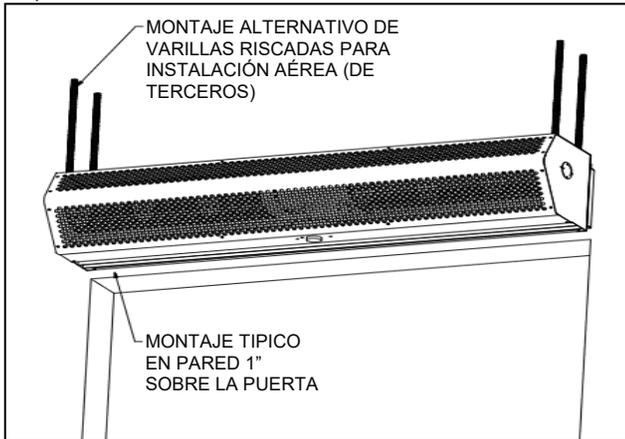

FIG. 3
5. Monte el producto de modo que la descarga quede 1" por encima de la abertura y todos los obstáculos. (FIG. 3)
6. Utilice cuatro (4) varillas roscadas para la instalación aérea o cuatro (4) pernos roscados para la instalación en la pared. Todo el hardware es proporcionado por otros. (FIG. 3)